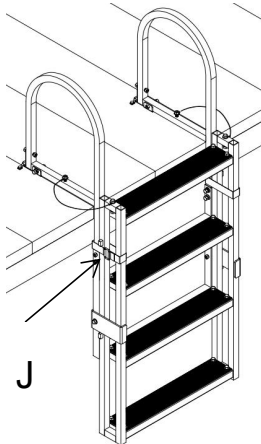

Fig 2
- 23) Använd slutligen magiskt tejpband(J) för att knyta ihop stegarna(Fig2.), Om svärdet och steget är i linje, kan de också knytas som visas i Figur 3.(håll utrymmet mellan dem(J) så stort som möjligt.)